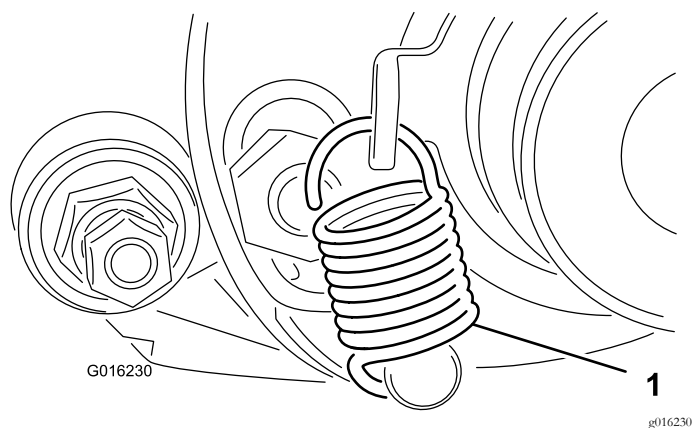

图15
35. 旋转怠轮皮带轮、直到换挡控制杆弹簧钩入皮带轮托架的孔中以及螺栓上、如图15所示。